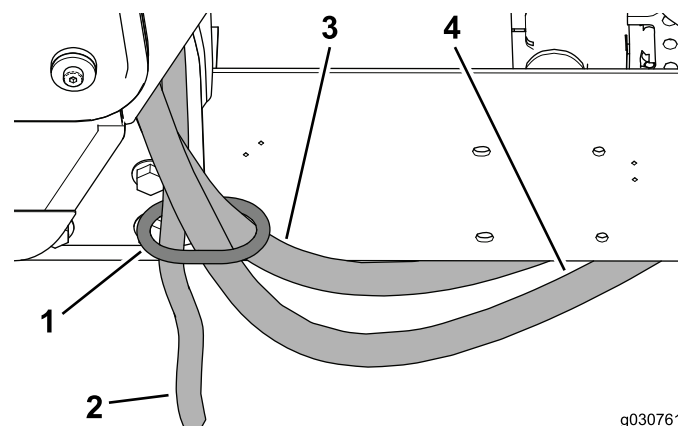

Figura 36
4. Encaminhe os tubos para o aquecedor e tubo de drenagem através do anel dos tubos na montagem da cabine traseira (Figura 36).